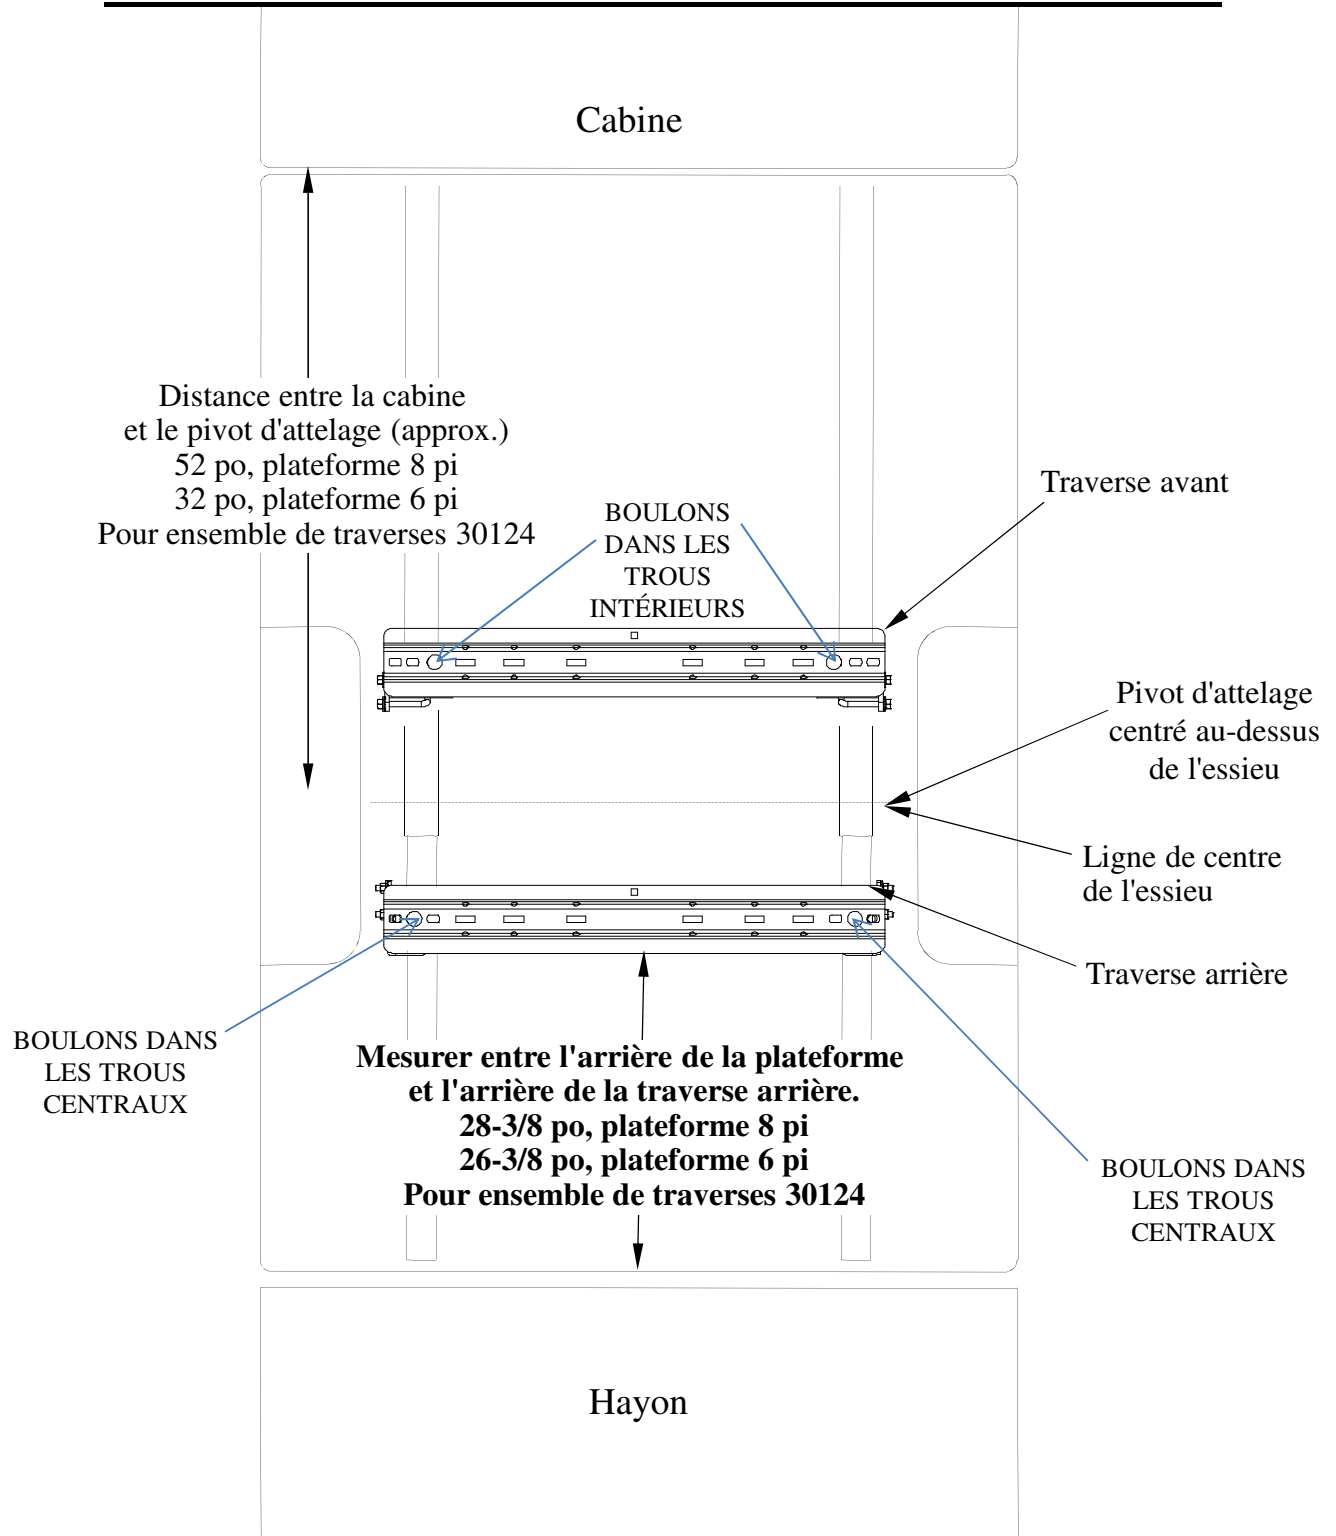

Figure 6A
39. Suivre les instructions précédentes mais poser les supports (2) et (4) en position inversée.
41. Pour les endroits à percer, voir la Fig. 6A à la page 30.